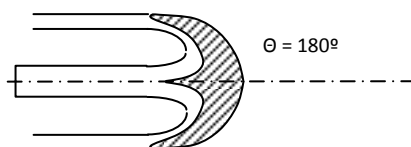

Figura 3
- 4) Energía cinética del chorro de agua a la salida de la tobera en (m.c.a.), (J/kg), (W)
- 7) Fuerza ejercida por el chorro sobre los álabes de la turbina Pelton (se supone ángulo de salida 180° - Figura 3) y potencia mecánica desarrollada.